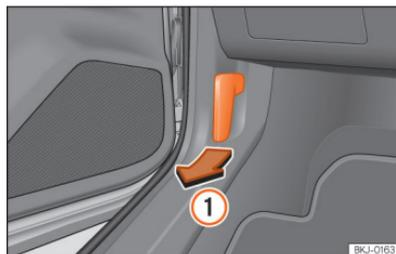
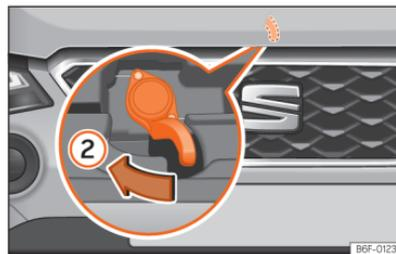

Fig. 176 Alavanca de desbloqueio no espaço para a zona dos pés do condutor.
Fig. 177 Alavanca sob o capô.
• Abra a porta e puxe pelo manípulo que existe debaixo do painel de instrumentos »» Fig. 176
①.
• Para levantar o capô, pressione para a esquerda com a palma da mão para baixo a alavanca situada sob o capô, no centro »» Fig. 177 ②. Os ganchos de fixação ficam desbloqueados.